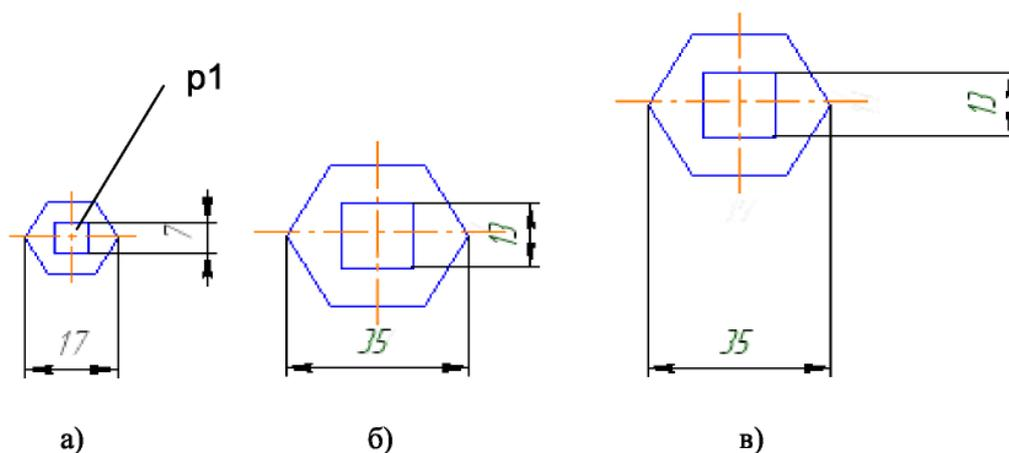

Рисунок 4.7 - Примеры масштабирования объектов
свойств имеются переключатели:  - Не масштабировать и  - Масштабировать. Работа переключателей проиллюстрирована на рис. 4.7а, б, в. На рис. 4.7а показано исходное изображение фрагмента, на рис. 4.7 б - масштабирование при включенном переключателе  и на рис. 4.7 в - масштабирование при включенном переключателе . Одни и те же выделенные объекты могут быть масштабированы несколько раз за одно обращение к команде.
- 3) после задания в Панели свойств масштабного коэффициента, необходимо указать точку, относительно которой будет происходить масштабирование. Такая точка на рис. 4.7 а обозначена - точка p1;